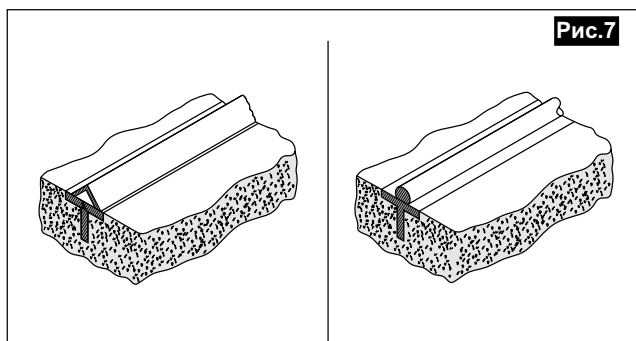

Рис.7
- Подходить для типа профиля используемой направляющей: с круглой или V-образной канавкой (рис.7).